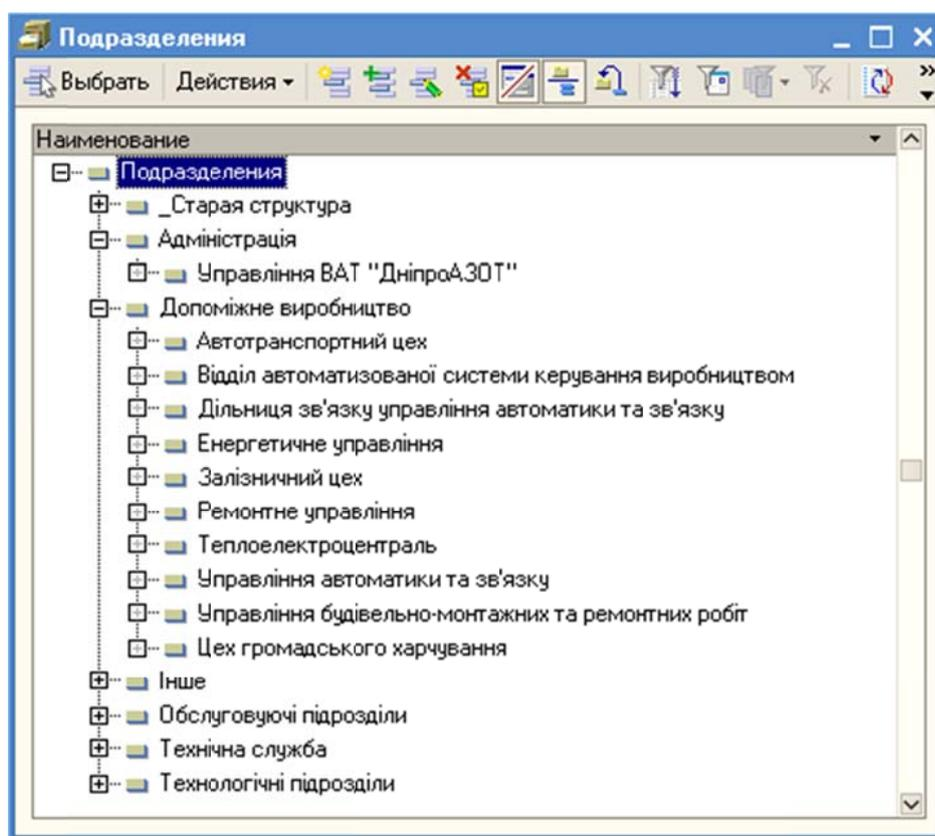

Рисунок 21 – Окно выбора подразделения – справочник «Подразделения»
- Подразделение, по которому будет производиться выдача средств индивидуальной защиты. Для этого необходимо выделить поле «Подразделение» и нажать кнопку , после чего в появившемся окне справочника «Подразделения» (Рисунок 21), выбрать нужное подразделение.